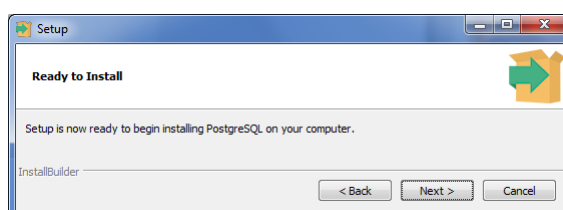

Рис. 3.9. Окно приглашения к установке СУБД PostgreSQL
9. В открывшемся окне нажмите кнопку *Next*, чтобы инициировать установку СУБД PostgreSQL (Рис. 3.9).